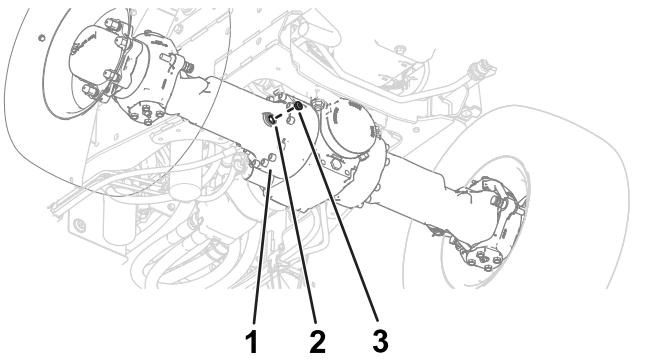
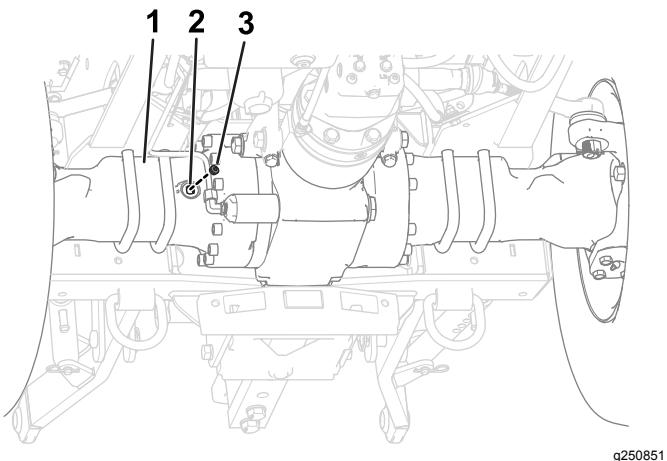

Рисунок 95
Рисунок 96
2. Отверните пробки смотровых отверстий в картерах дифференциалов мостов (Рисунок 95 и Рисунок 96).
3. Посмотрите сквозь смотровое отверстие и убедитесь, что уровень масла находится на нижней части резьбы отверстия (Рисунок 95 и Рисунок 96).
- 6. Заверните пробки в смотровые отверстия картеров дифференциалов мостов (Рисунок 95 и Рисунок 96).
Примечание: Расположение смотрового отверстия заднего моста см. на Рисунок 96.